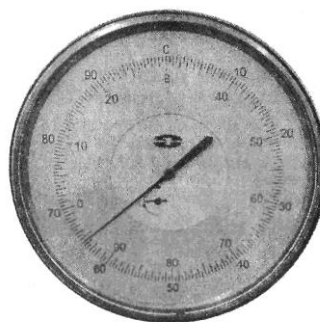

Рис. 5.3
5.4.3. Считайте значение твердости по шкале (большая стрелка) на циферблате. Для HRC и HRA шкал, считывание значений твердости производится по внешней черной шкале. Для HRB шкалы, считывание производится по красной внутренней шкале. Как показано на рис. 5.3, при испытании по шкале HRC (алмазный индентер, нагрузка 1471 Н), величина твердости 64,5 HRC (смотрите рисунок 5.3). При HRA (алмазный индентер, нагрузка 588.4 Н), величина твердости 64,5 HRA (рис. 5.3), При HRB (шарик диаметром 1.5875 мм, нагрузка 980.7 Н), величина твердости 94.5 HRB (рис. 5.3).